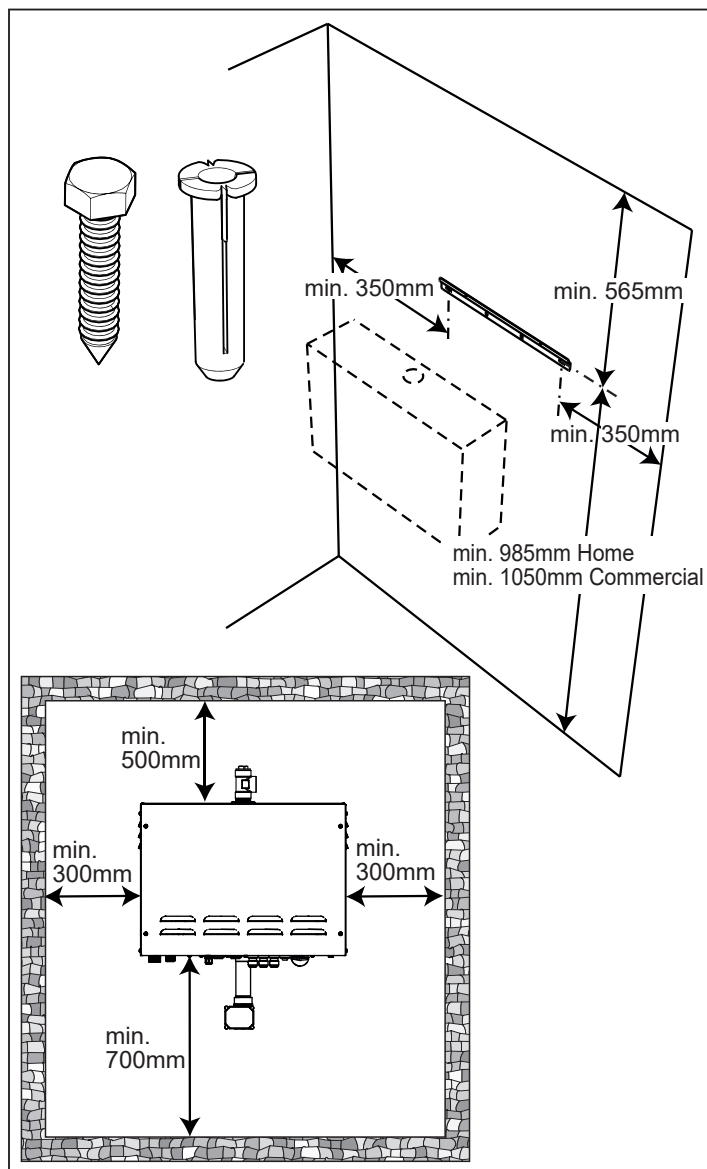

Рис. 3. Как подвесить парогенератор
- Местоположение парогенератора — см. рис. 3, 4, 5.
При монтаже следите за тем, чтобы зазоры соответствовали указанным (рис. 3, 4). Указанные зазоры предусматривают достаточно места для обслуживания и ремонта.